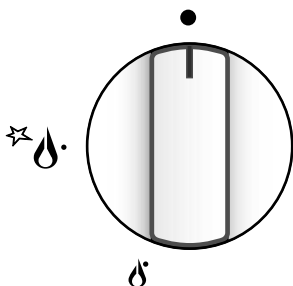
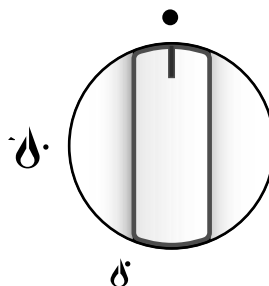
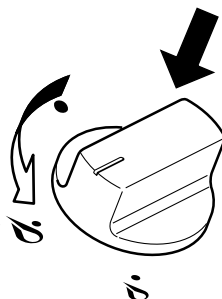

Fig. 2.1a
Fig. 2.1b
Fig. 2.3b
La entrada de gas en los quemadores esta regulada por las empuñaduras de la fig. 2.1a - 2.1b que controlan los grifos de cierre de seguridad.
Para encender uno de los quemadores, acercar una llama a la parte superior del quemador, presionar y girar la empuñadura (fig. 2.1b) en sentido antihorario (fig. 2.3b) hasta hacer coincidir el símbolo representante la llama grande (capacidad máxima 🔥) con la referencia de el cuadro de distribución del aparato.
En estas placas de cocción, para encender uno de los quemadores presione y gire el botón correspondiente al quemador elegido (figs. 2.1b - 2.3b), hasta la posición de capacidad máxima (llama grande 🔥) y presione el pulsador de encendido (fig. 2.2) hasta que se encienda el quemador.
Estos modelos se identifican por el símbolo ⚡ cerca del símbolo 🔥 apertura máx o capacidad máx) (fig. 2.1a).
Para encender uno de los quemadores, presione y gire el botón correspondiente (fig. 2.3b), hasta la posición de capacidad máxima (llama grande 🔥) y manténgalo presionado hasta que se encienda el quemador.
- 1 – Gire el botón del grifo en sentido antihorario, hasta la capacidad máxima y manténgalo presionado. En los modelos con encendido incorporado en el botón (fig. 2.1a), se obtendrá la activación del encendido. Si falta corriente eléctrica, acerque una llama al quemador. Sólo para modelos con encendido de pulsador (fig. 2.1b): - presione el pulsador del encendido electrónico (fig. 2.2). Si falta corriente eléctrica, acerque una llama al quemador.